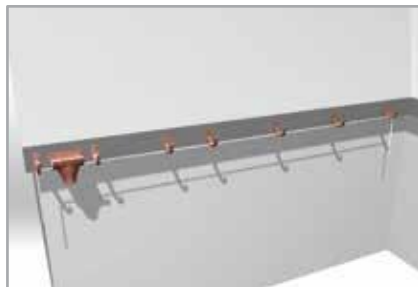

Fig. 11
- 4.4 Bepaal de posities en installeer de resterende beugels met een tussenruimte van 60 cm, volgend op het niveau van de snaar (Fig. 11)